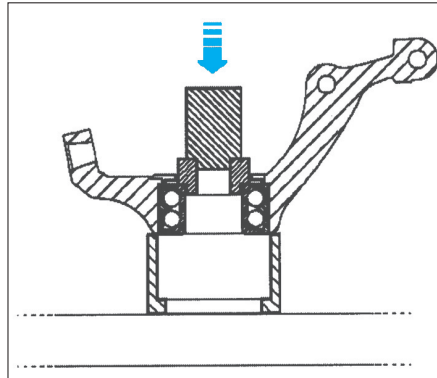

FIG. 12
- la bague intérieure du roulement (Fig.12).